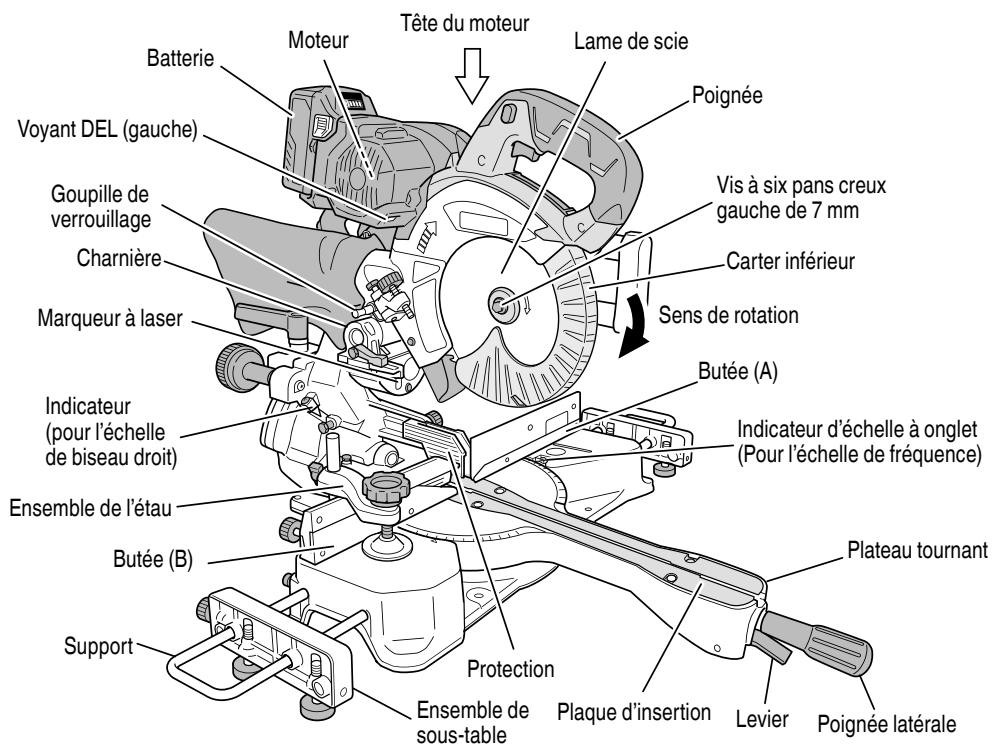

Fig. 2
6. Installation de la poignée latérale (Fig. 2)